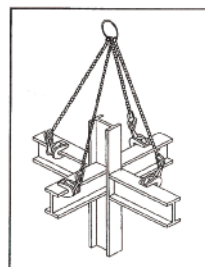

Figure 11
12. **À FAIRE** : Utiliser autant de pince de levage que nécessaire pour balancer la charge (Fig. 11). Ne pas tenter de lever une charge non équilibrée.
14. **NE PAS** : excéder la charge de travail maximale combinée de deux pinces de levage lors de l'utilisation d'élingue de chaîne et de barre d'écartement ayant deux pinces de levage ou plus (Fig 11.).